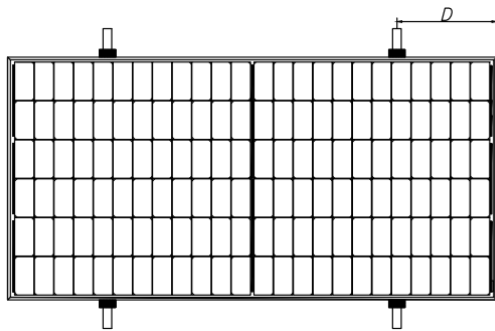
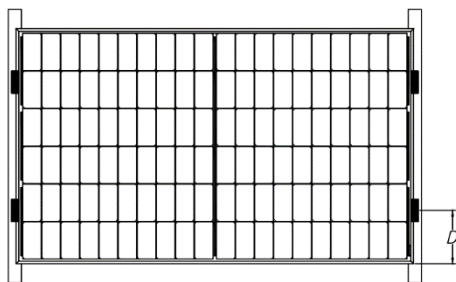
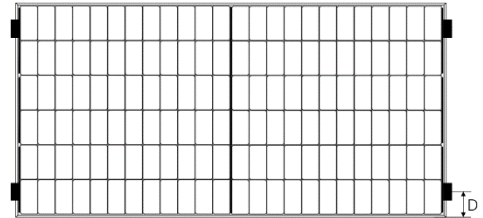
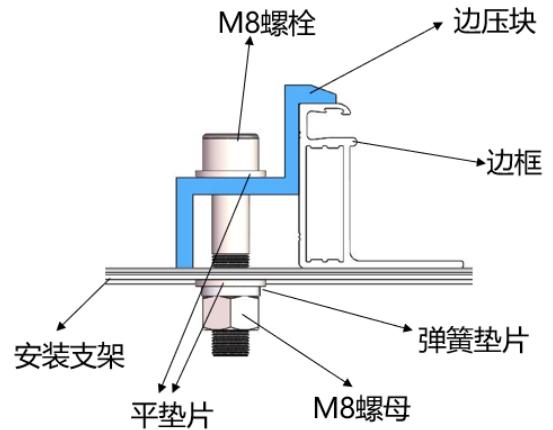

図 9 ガイドレールを長辺フレームに垂直にする場合の取付
図 10 ガイドレールを短辺フレームに重ねる場合の取付
図 11 短辺フレーム 4 点支持の取付
図 16 エッジクランプの取付イメージ図
太陽電池モジュールの長辺フレームにラックが垂直方向の設置 (図 9)、又は、太陽電池モジュールの短辺フレーム位置に設置もできます (図 10)。太陽電池モジュールの短辺フレーム 4 支点で取り付けることもできます。(図 11) クランプで設置する場合、太陽電池モジュールはそれぞれ最低 4 つのクランプで固定されなければなりません。
- ⑧ 図10に示す設置方法の場合、モジュールは専用の太陽電池用クランプ（図16に示す）で固定され、モジュールのC面とガイドレールのオーバーラップが $\geq 25\text{mm}$ とします。不適切なクランプや間違った設置方法を使うと、アストロエナジーの限定保証は無効となります。